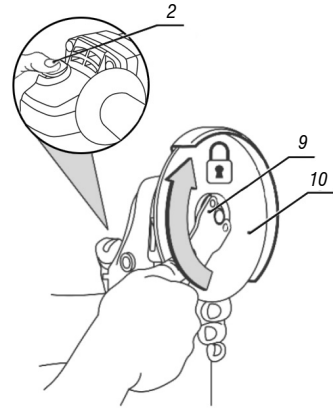

Fig. 6 – Montagem do disco na máquina
- Trave o eixo da máquina pressionando o botão trava do eixo (2) e aperte o flange externo no eixo com a chave (9), conforme Fig. 6.